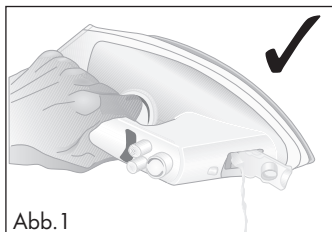
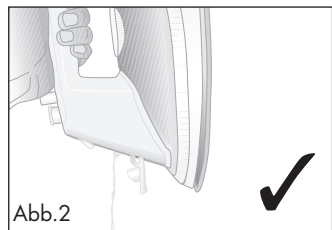

Abb. 1
Abb. 2
- Leeren Sie den Wassertank **6**, indem Sie die Einfüllöffnung **9** aufklappen und entweder das Dampfbügeleisen über die Seite auskippen (siehe Abb. 1) oder nach vorne herüber ausleeren (siehe Abb. 2).